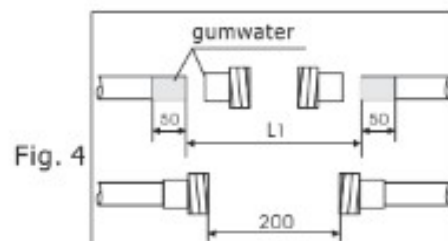

Fig.4
2.4 - Connecteur de tuyau : (Fig. 4) Nettoyez la coupe du tuyau en PVC, puis utilisez de la colle pour joint en PVC pour assembler le tube en PVC et le connecteur. Faites attention à la distance d'installation entre le chauffe-eau et la pompe.